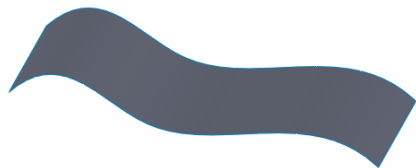

图 7-27 拉伸的曲面
④ 确认拉伸曲面。按照图示进行设置, 注意设置曲面拉伸的方向。然后单击属性管理器中的“确定”图标按钮, 完成曲面拉伸。结果如图 7-27 所示。